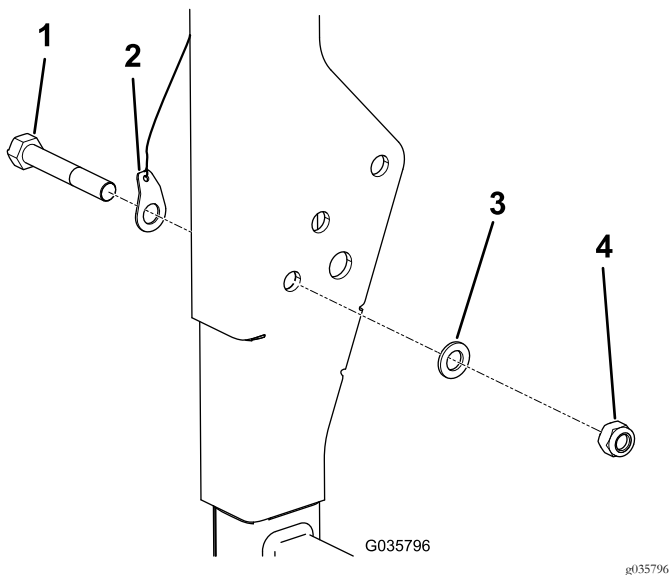

图7
2. 在计划安装套件的 ROPS 同侧从 ROPS 上卸下螺母、螺栓和垫圈并丢弃螺母和螺栓请参阅 图7。